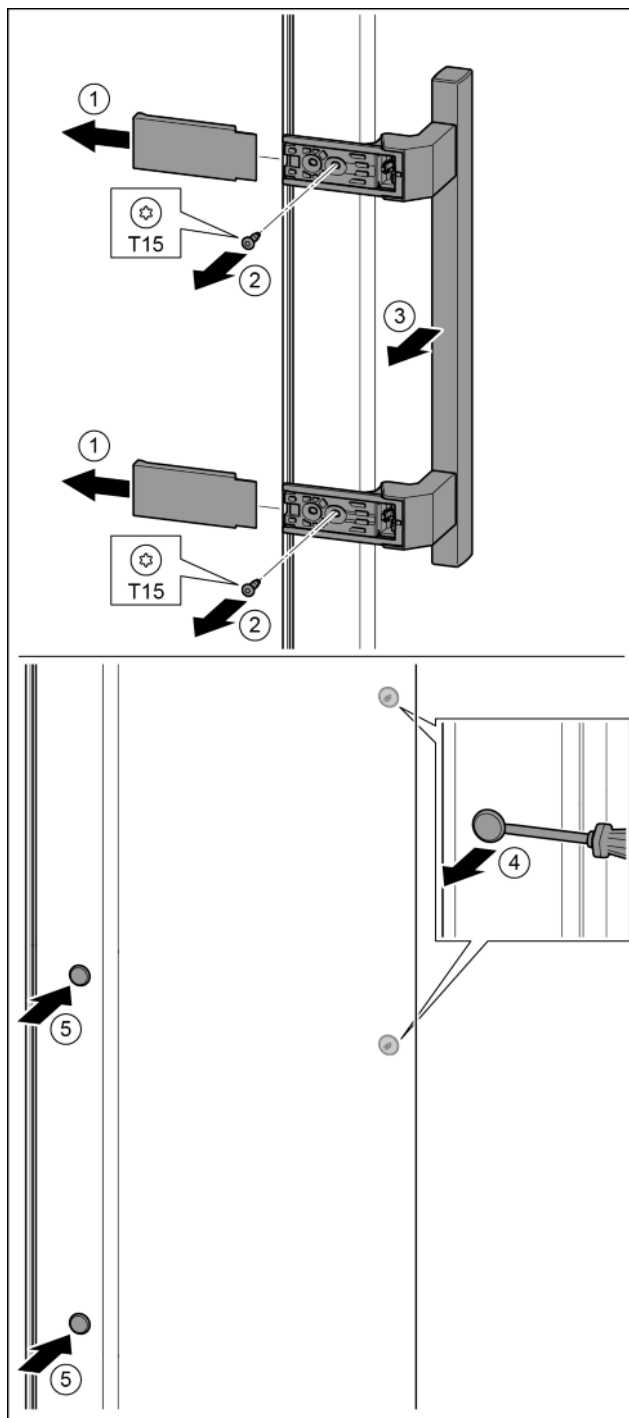

Fig. 19
- Retirer le cache. Fig. 19 (1)
- Desserrer les vis avec un tournevis T15. Fig. 19 (2)
- Déposer la poignée. Fig. 19 (3)
- Soulever délicatement le bouchon latéral avec un tournevis plat et le sortir. Fig. 19 (4)
- Remettre en place le bouchon de l'autre côté. Fig. 19 (5)